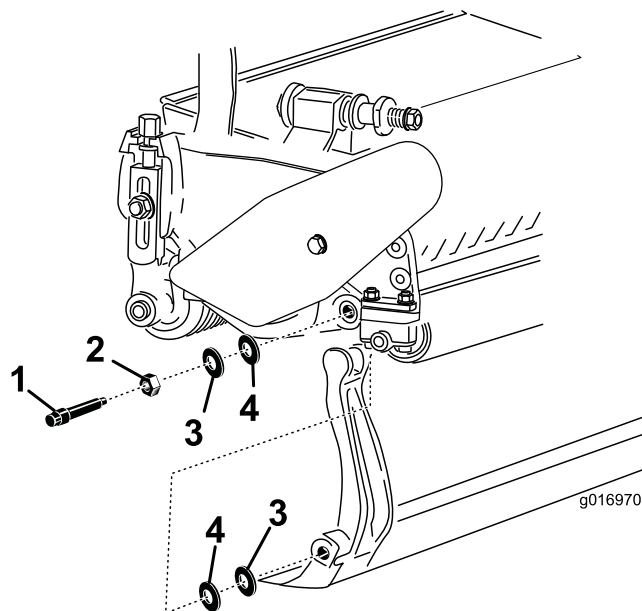

Figura 20
Tenete in considerazione le 2 rondelle di nylon e le 2 rondelle in acciaio stampato su ciascun lato della barra di appoggio (Figura 20).
3. Collocate una rondella di nylon su ciascun lato del risalto della piastra laterale. Posizionate una rondella di acciaio all'esterno di ciascuna rondella di nylon (Figura 20).